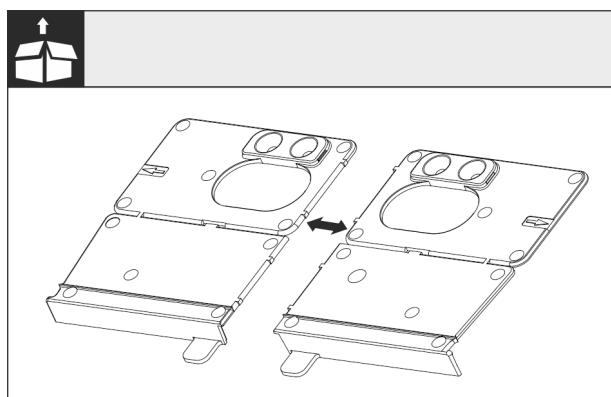

Fig. 27
- ▶ Разделете по перфорацията монтажните винкели на пода Fig. 27 0.